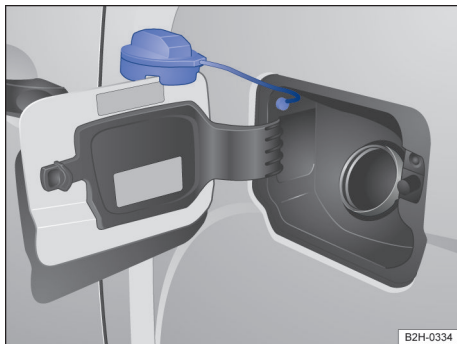

Fig. 138 No lado esquerdo do veículo: portinhola do tanque com tampa do tanque aberta.
- Gire a tampa do tanque para fora e introduza-a na abertura prevista na portinhola do tanque → Fig. 138.